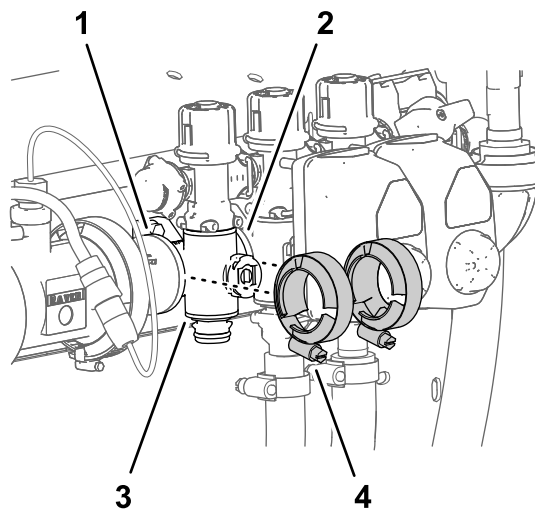

Figure 117
- Retirez les 2 colliers bride qui fixent la valve de collecteur de section aux brides des composants adjacents (Figure 117).